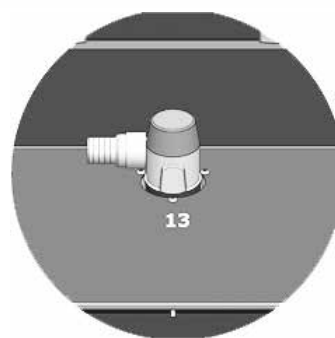

Fig. 8
Installation de la pompe de vidange pour les évacuations surélevées (13) Fig. 8